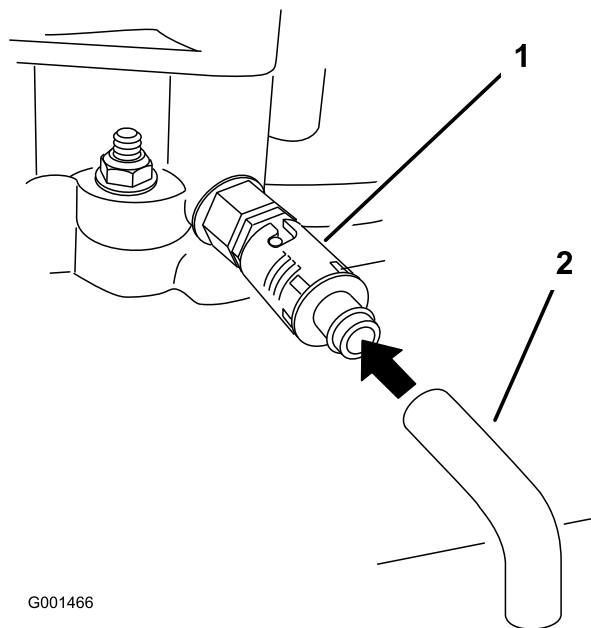

Figure 29
- Placez un bac sous le flexible de vidange. Tournez le robinet de vidange d'huile pour permettre à l'huile de s'écouler (Figure 29).
- Enlevez le flexible de vidange (Figure 29).